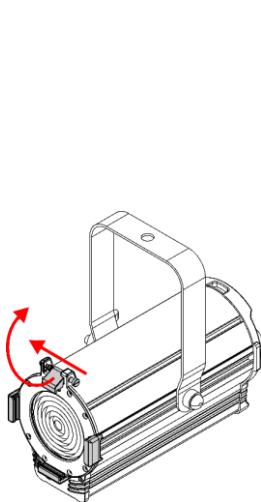

Abb. 07
- 01) Drücken Sie auf die **federbelastete Schraube (01)** und heben Sie gleichzeitig die **Farbrahmenklammer (02)** an und klappen Sie sie nach hinten (siehe Abb. 07).